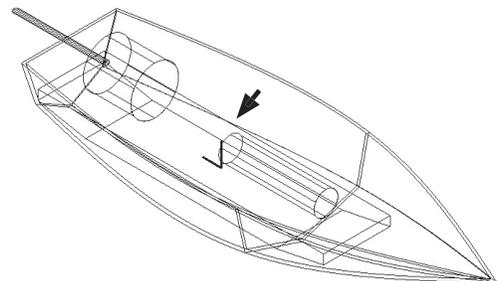

Fig. 20
Step 10. Key-in **3, .9** and press ENTER, **Fig. 20**.